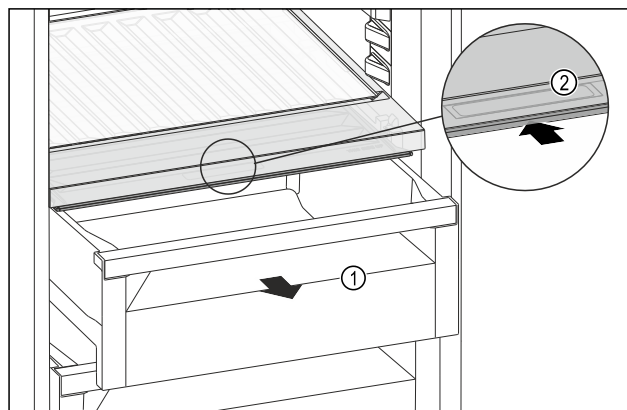

Fig. 207
- Schuifvak Fig. 207 (1) uittrekken.
- Greeplijst Fig. 207 (2) op het vakdeksel vastpakken en het vakdeksel gelijktijdig naar achteren schuiven.